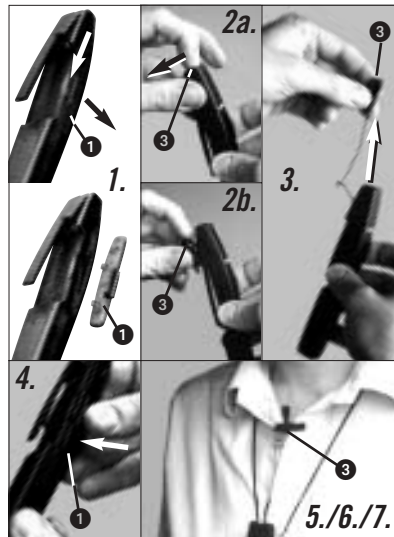

Fig. 5 : Détacher le micro de l'émetteur
4.3 Détacher le micro de l'émetteur (voir Fig. 5)